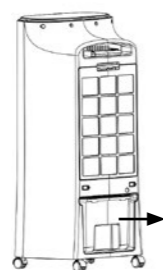

figura 1
1. Estrarre il serbatoio dell'acqua. Figura 1.